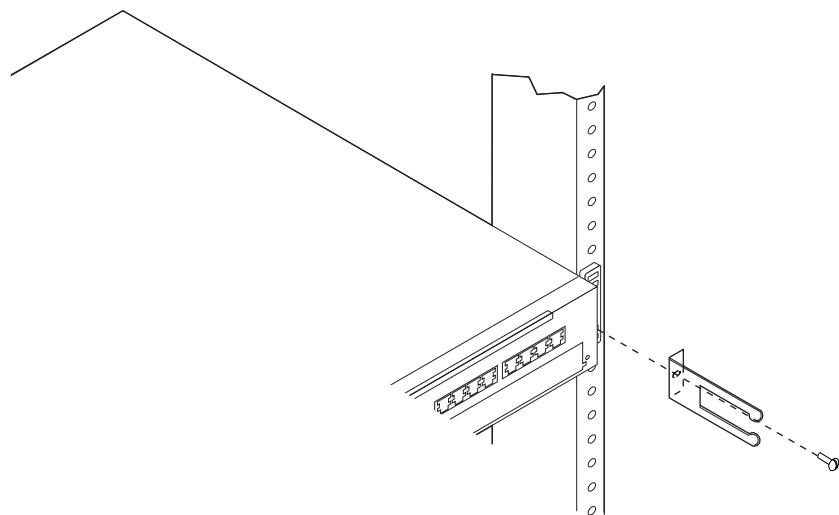

図5. ケーブル処理ブラケットの取り付け
6. 右側で、マウント・ブラケットの下側のねじ穴とケーブル処理ブラケットのねじ穴をラックの正しい穴の位置に合わせ、図5に示すようにねじをはめます。